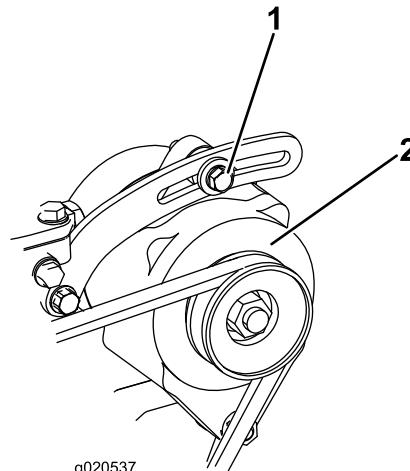

Figure 85
Vérifiez l'état et la tension de la courroie (Figure 85) toutes les 100 heures de fonctionnement.
2. Si vous n'obtenez pas une flèche de 10 mm, desserrez les boulons de fixation de l'alternateur (Figure 85). Augmentez ou diminuez la tension de la courroie et resserrez les boulons. Contrôlez de nouveau la flèche de la courroie pour vérifier si la tension est correcte.